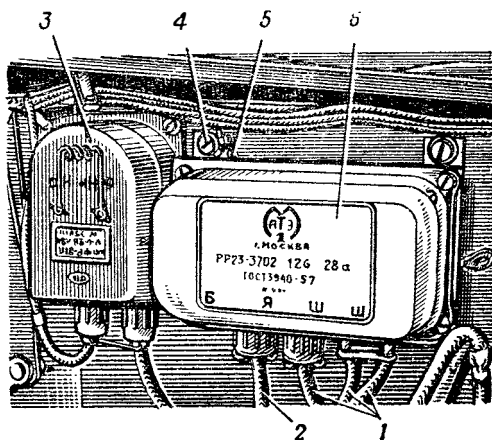

Рис. 73. Установка реле-регулятора:
2. Расшплинтовать, отвернуть накидные гайки проводов 1 (рис. 73) генератора и вынуть вилки проводов из гнезд штепсельных разъемов реле-регулятора 6.
1. Установить реле-регулятор 6 (рис. 73) на место. Надеть на верхний левый винт 4 крепления реле-регулятора наконечник провода 5, пружинную шайбу и ввернуть винт. Закрепить реле-регулятор остальными винтами с пружинными шайбами.